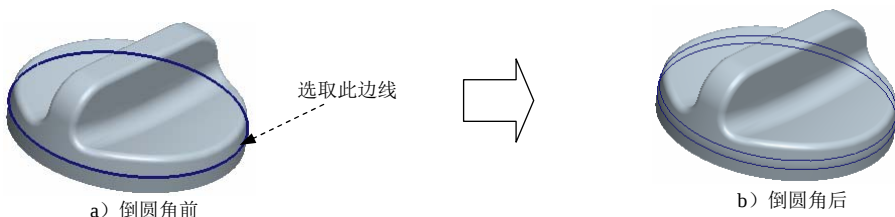

图 6.7.15 倒圆角 3
Step13. 创建图 6.7.15b 所示的倒圆角特征 3。单击 **模型** 功能选项卡 **工程** ▾ 区域中的 **倒圆角** 按钮，选取图 6.7.15 所示的边线为倒圆角的边线；输入倒圆角半径值 15.0。